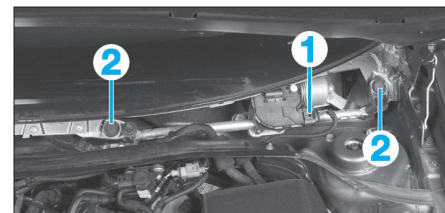

Fig. 59
- Déverrouiller puis débrancher le connecteur (1) (Fig.59).
- Dévisser les vis de fixation (2) et retirer le mécanisme d'essuie-vitre.